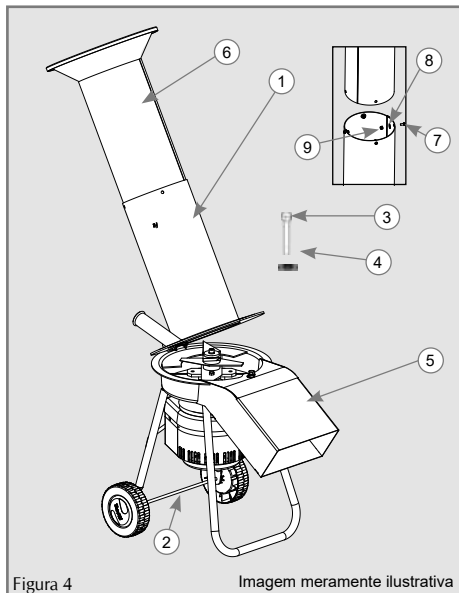

Figura 4
1. Gire o Parafuso (3) em sentido anti-horário até removê-lo juntamente com a arruela lisa (4).
2. Retire o equipamento da embalagem e rompa a abraçadeira que une o funil de alimentação (1) ao eixo da roda (2).
3. Levante o funil de alimentação (1) até que o mesmo encoste no corpo (5).
4. Coloque novamente o Parafuso (3) e a arruela lisa (4) girando em sentido horário até total aperto e travamento.
5. Mova o alongamento do funil (6) até coincidir os furos e fixe com o parafuso philips (7) arruela lisa (8) e porca auto travante (9) conforme detalhe figura 4.